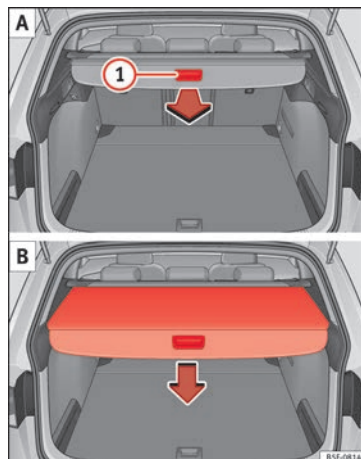

Bild 161 I bagageutrymmet: Dra tillbaka eller dra ut hatthyllan
- Dra jämnt i hatthyllan med handtaget » **bild 161** ① A bakåt tills den klickar på plats hörbart.
- Tryck på hatthyllans handtag i pilens riktning för att släppa den » **bild 161** B.